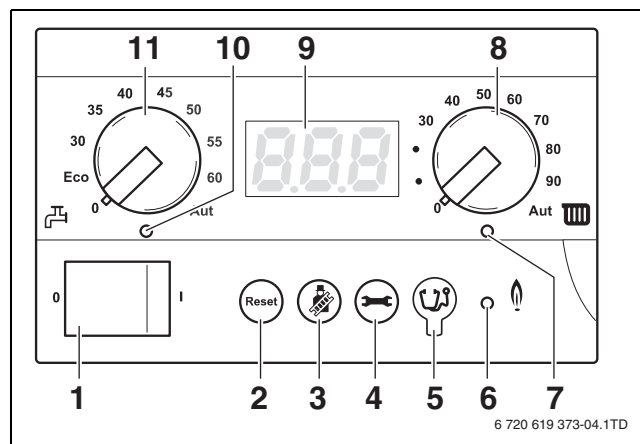
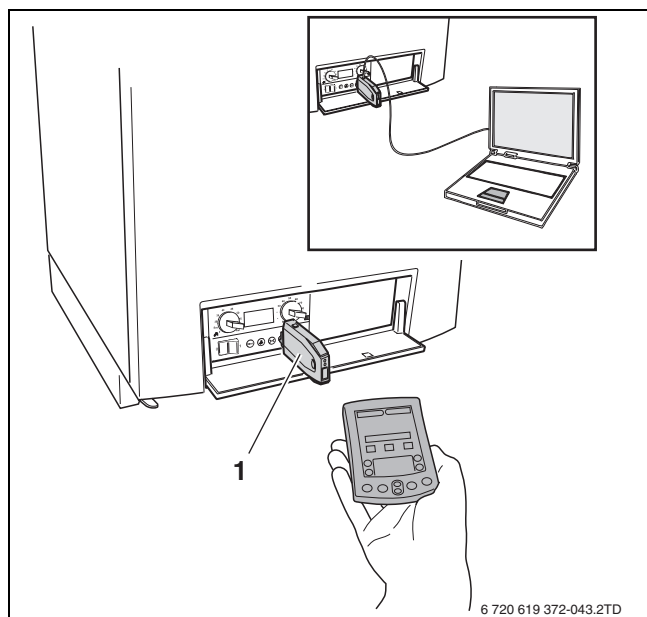

Fig. 51 Regolatore di base BC10
Fig. 52 Collegare il Service Tool alla caldaia
Con l'interruttore di esercizio (→ fig. 51, [1]) è possibile accendere e spegnere la caldaia.
In caso di guasto, può essere necessario riavviare la caldaia con il tasto "Reset" (→ fig. 51, [2]).
Con il tasto «Spazzacamino» (→ fig. 51, [3]) è possibile portare la caldaia in prova di combustione, modalità assistenza e in modalità d'esercizio manuale.
Durante le modalità sopra descritte (prova di combustione, modalità di assistenza ed esercizio manuale) è sempre valida una temperatura massima dell'acqua di riscaldamento della caldaia. Questa temperatura corrisponde alla temperatura impostata con il pomello girevole «Massima temperatura acqua calda» (→ fig. 51, [8]) del regolatore di base BC10.
- Mediante la manopola «Temperatura massima caldaia» (→ fig. 51, [8]), limitare la temperatura massima dell'acqua della caldaia alla temperatura di mandata consentita del circuito del riscaldamento a pannelli radianti (per lo più al massimo 40 °C).
Mediante il tasto «Indicazione di stato» (→ fig. 51, [4]), è possibile visualizzare sul display la temperatura attuale dell'acqua della caldaia, la pressione attuale dell'impianto etc. (→ tab. 21, "Valori del display", pagina 49", tab. 22, "Impostazioni visualizzate sul display", pagina 50 e tab. 23 - 34, "Codici display", pagina 50 - 62).
Per l'acquisizione, l'analisi e l'eliminazione di un malfunzionamento, in modo più adeguato, veloce e semplice, è possibile collegare il Service Tool (→ fig. 52) sulla presa di collegamento per la spina di diagnostica (→ fig. 51, [5]) alla caldaia.
- Aprire il pannello di servizio premendolo, quindi rimuovere la copertura del BC10 (→ fig. 38, pagina 21 e fig. 51, [5]).
Il LED «Bruciatore» (On/Off) (→ fig. 51, [6]) si accende quando il bruciatore della caldaia è in funzione e si spegne quando il bruciatore si arresta.
Il LED «Richiesta di calore» (→ fig. 51, [7]) è acceso se mediante la regolazione viene richiesto un apporto termico e si spegne quando questa richiesta di calore non è più presente.
Con la manopola per la temperatura massima dell'acqua della caldaia (→ fig. 51, [8]) è possibile impostare il limite superiore della temperatura dell'acqua della caldaia. L'unità di misura sono i °C.
Sul display (→ fig. 51, [9]) sono visualizzati i valori, le impostazioni e i codici dell'impianto di riscaldamento.
Il LED «Produzione acqua calda» (→ fig. 51, [10]) è acceso se è richiesto un apporto di calore per riscaldare l'acqua e si spegne quando questo richiesta di fabbisogno non è più presente.
Con la manopola "Valore nominale acqua calda" (→ fig. 51, [11]) è possibile preimpostare la temperatura di acqua calda desiderata nell'accumulatore-produttore di acqua calda. L'unità di misura sono i °C (→ tabella 17, pagina 39).
È possibile esplorare la struttura del menu della caldaia sul BC10 mediante il tasto «Reset», il tasto «Spazzacchino» e il tasto «Indicazione di stato» (→ fig. 51, [2, 3 e 4]) e del display (→ fig. 51, [9]) secondo quanto previsto dalle tab. 8 - 12.